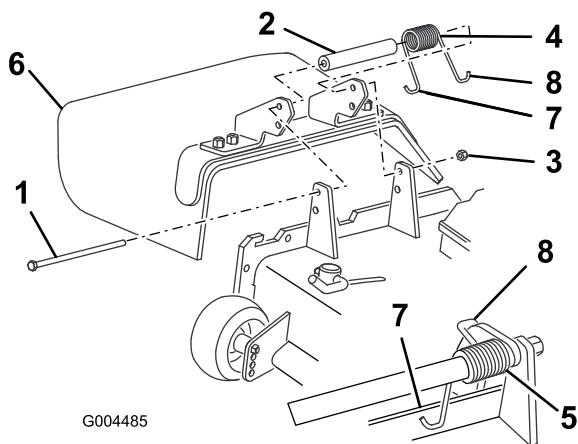

Figura 25
2. Retire la contratuerca, el perno, el muelle y el espaciador que sujetan el deflector a los soportes de pivote (Figura 25). Retire el deflector de hierba dañado o desgastado.
3. Coloque el espaciador y el muelle entre los soportes del deflector de hierba nuevo (Figura 25). Coloque el gancho en J del extremo izquierdo del muelle detrás del reborde del cortacésped.
Nota: Asegúrese de colocar el gancho en J del extremo izquierdo del muelle detrás del reborde del cortacésped antes de instalar el perno, según se muestra en Figura 25.
4. Instale el perno y la tuerca. Coloque el extremo derecho en J del muelle alrededor del deflector de hierba (Figura 25).